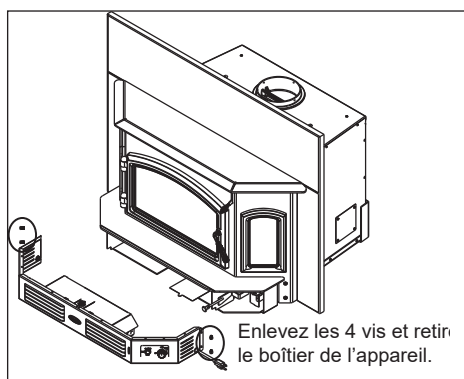

Figure 22.1
1. Retirez les 4 boulons à tête hexagonale du boîtier du ventilateur à l'aide d'une clé Allen de 5/32 (2 de chaque côté) et retirez le boîtier de l'appareil. **Figure 22.1.**